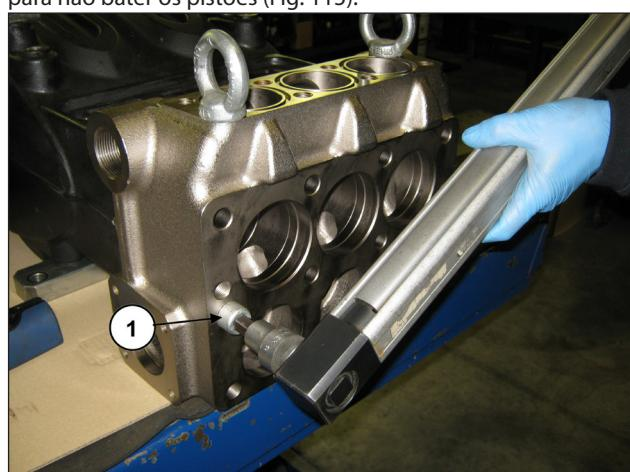
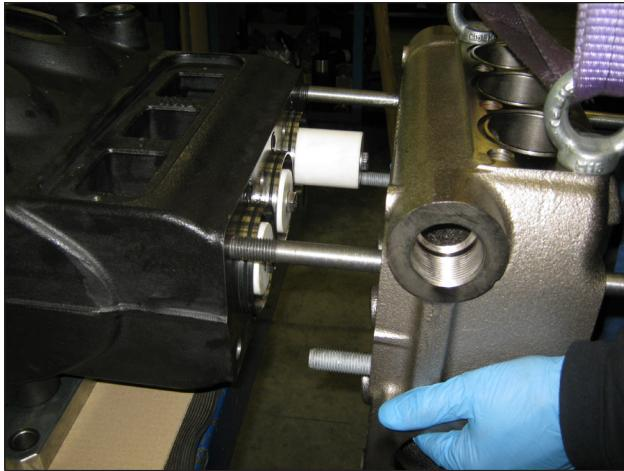

Fig. 114
Fig. 115
Agora é possível retirar o cabeçote do cárter da bomba desapertando os 2 parafusos M16x180 (pos. ①, Fig. 114). Durante a desmontagem do cabeçote, preste atenção especial para não bater os pistões (Fig. 115).